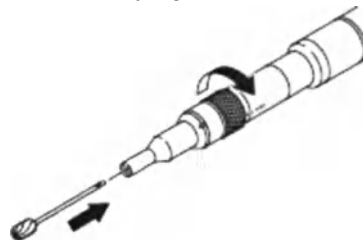

Рисунок 2. Установка режущего инструмента
2.1 Поверните стопорное кольцо в положение НАГРУЗКА. См. Рис. 2.